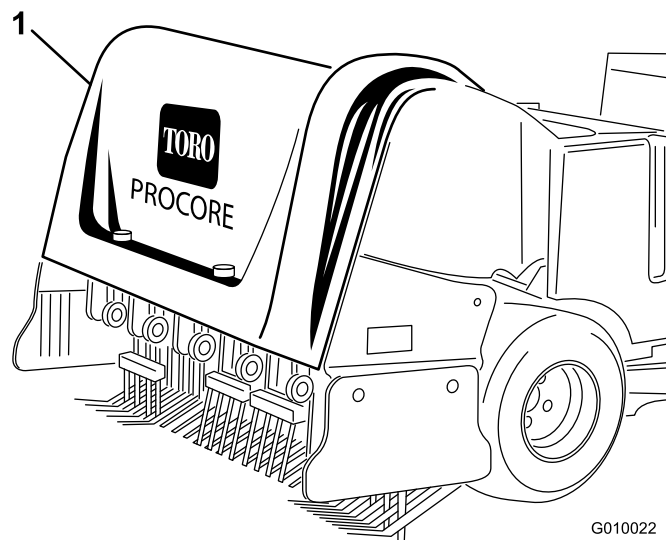
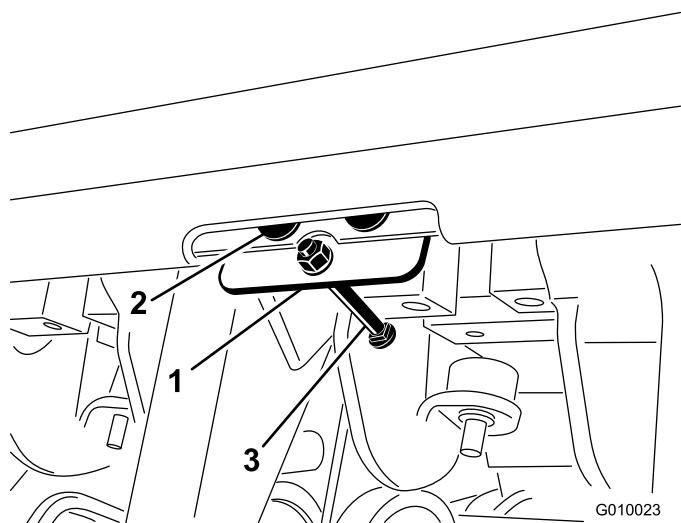

Figure 7
Figure 8
1. Fixez la plaque du capot au capot arrière au moyen de 3 rivets aveugles (Figure 7 et Figure 8).
3. Insérez le boulon dans la plaque du capot (Figure 8).
4. Fixez le boulon sur la plaque du capot avec un contre-écrou (N°10) (Figure 8).